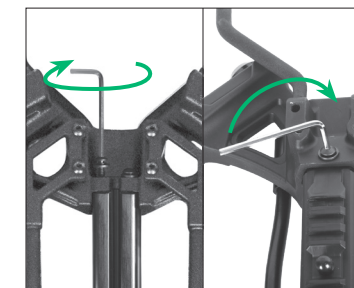

FIGURE 5
- 1c** Glissez le riser (Fig. 2 n° 18) dans le fût. Installez et serrez les vis de branche (3) (Fig.5), à l'aide de la petite clé hexagonale.